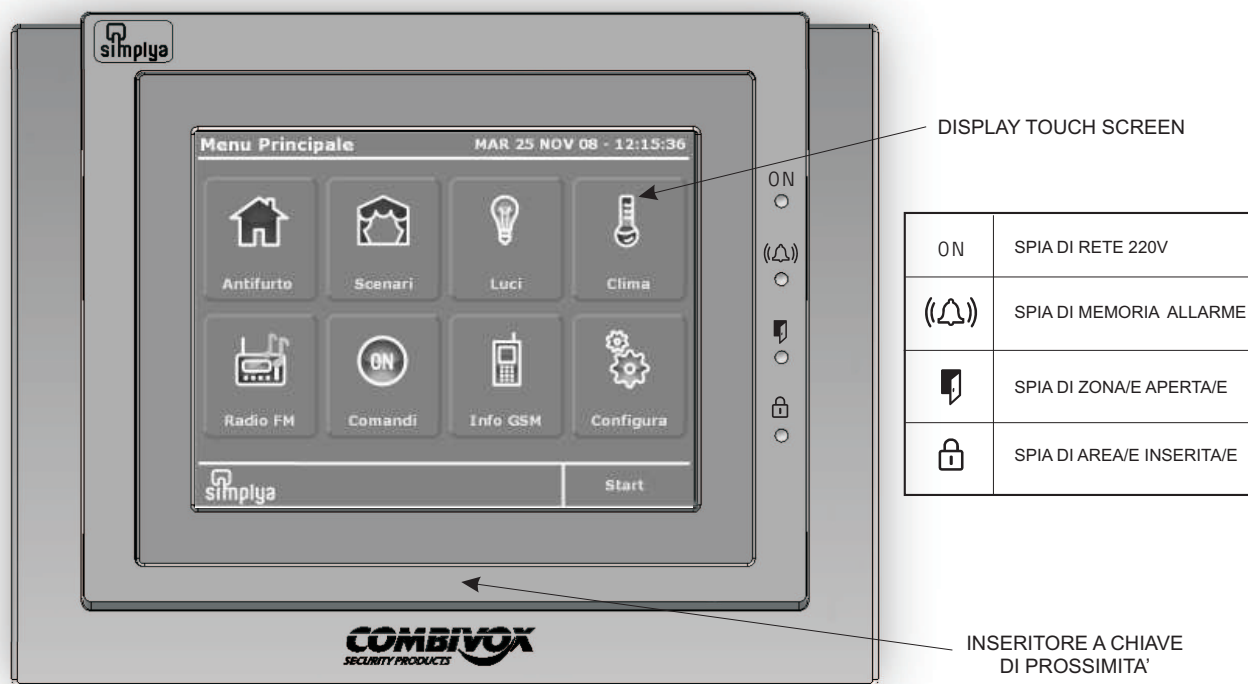

Figura 3 : riepilogo indicazioni luminose della tastiera (vedi a pag. 80).
In figura 3 è rappresentato il display touch screen con le indicazioni luminose disponibili sulla tastiera.
N.B.: Le icone presenti nel "Menu Principale" del display touch screen (vedi Figura 3), variano in funzione della programmazione (si faccia riferimento al manuale della Tastiera Simplya)